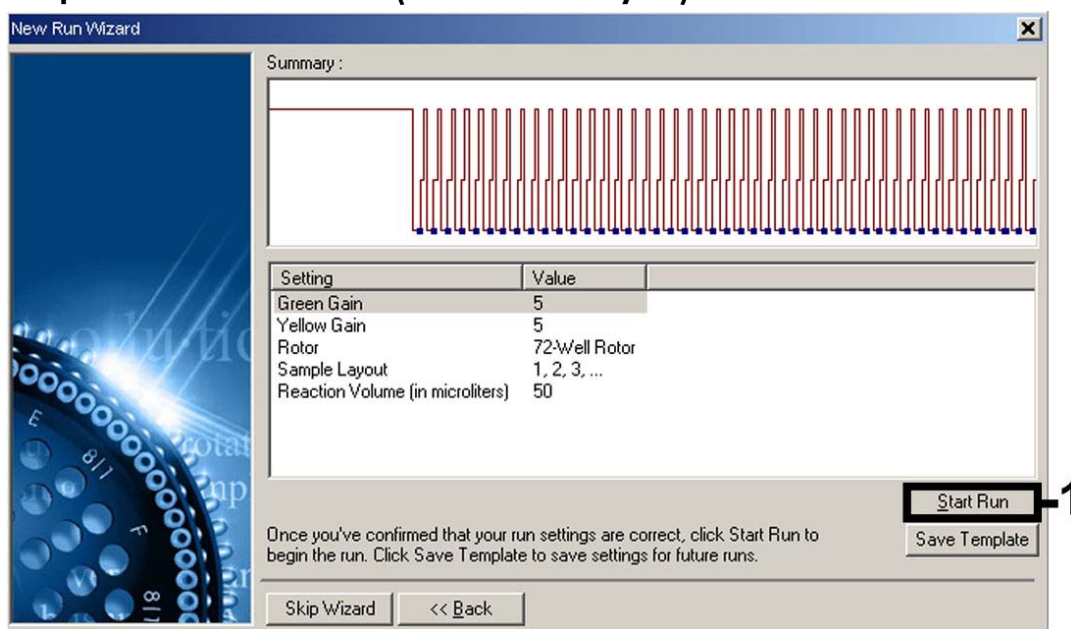

Figure 10 Démarrage du cycle. Il convient de noter que sur le Rotor-Gene 3000, le logiciel définit les marqueurs de fluorescence comme « FAM/Sybr » et « JOE ».
Démarrage du cycle	Figure 10
- 10. Les valeurs de gain déterminées par la calibration des canaux sont automatiquement enregistrées et répertoriées dans la dernière fenêtre de menu de la procédure de programmation (figure 10). Cliquer sur « Start Run » (Démarrer le cycle).**